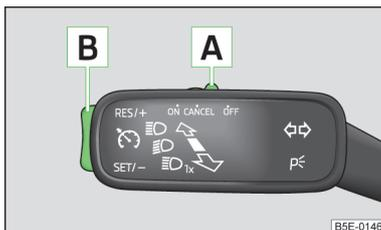

Abb. 133
➤ Den Schalter **A** » Abb. 133 in Stellung **ON** stellen.
➤ Den Schalter **A** » Abb. 133 in Stellung **OFF** stellen.
- Die Wippe **B** in der Position **SET/-** » Abb. 133 auf Seite 151 drücken.
➤ Die Wippe **B** in der Position **RES/+** » Abb. 133 auf Seite 151 drücken.
Die gespeicherte Geschwindigkeit kann durch Drücken der Wippe **B** in der Position **SET/-** » Abb. 133 auf Seite 151 verringert werden.
Die Geschwindigkeitsregelanlage wird **vorübergehend abgeschaltet**, indem der Schalter **A** » Abb. 133 auf Seite 151 in die gefederte Stellung **CANCEL** bzw. das Bremspedal gedrückt wird.